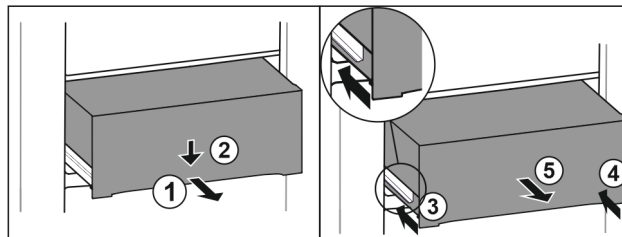

Fig. 105
- ▶ Wyciągnąć szufladę do połowy. Fig. 105 (1)
- ▶ Popchnąć szufladę z przodu w dół. Fig. 105 (2)
- ▶ Wsunąć lewą szynę o ok. 2 cm. Fig. 105 (3)
- ▶ Wsunąć prawą szynę o ok. 2 cm. Fig. 105 (4)
- ▶ Wyjąć szufladę do przodu. Fig. 105 (5)